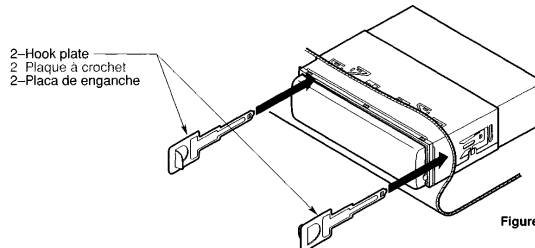

Figure 8 / Figure 8 / Figura 8
Insert and lock the hook plates (Figure 8)
- 3 Insérer et verrouiller les plaques à crochet (Figure 8)